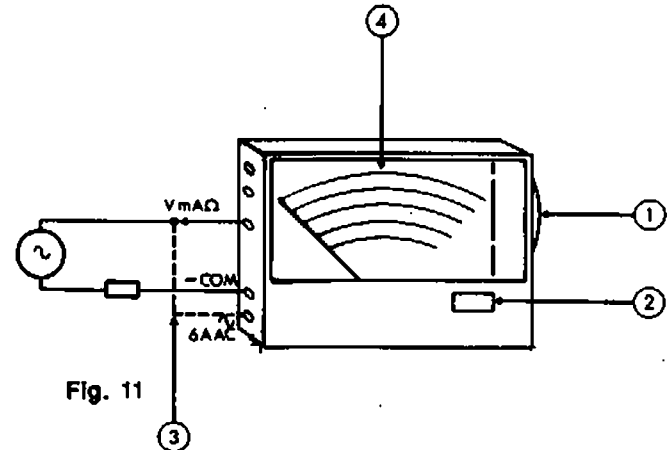

Fig. 11
- Agir sur le sélecteur latéral (1) pour afficher le calibre désiré dans la fenêtre (2).
- Brancher les cordons de mesure (3) comme indiqué figure 11, le sens du branchement étant indifférent (les douilles de mesures sont rappelées sur le cadran).
- Lire la valeur mesurée (4) selon les instructions du tableau ci-après :
- Brancher entre - COM et douille 6 A \sim comme indiqué en pointillé fig. 11.